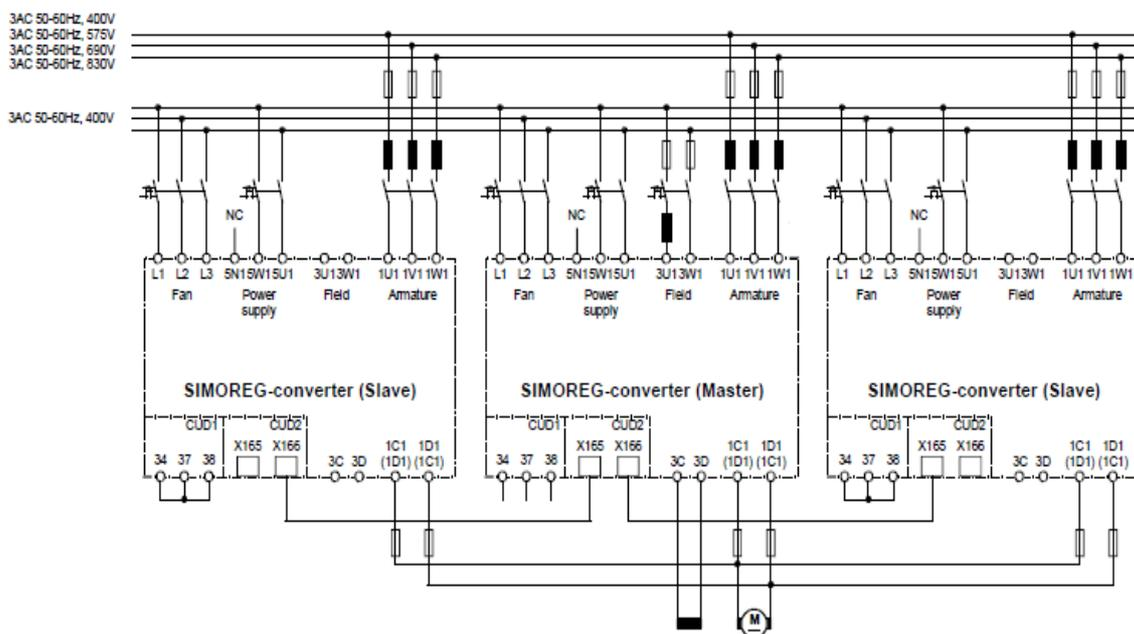

图 1 并联连接电气原理图
并联连接电气原理如图 1 所示。最多允许 6 台同类型的 6RA70 装置进行并联连接。并联连接时，应保证电枢进线（1U1、1V1、1W1）相序一致和出线（1C1、1D1）极性一致。此外，为保证负荷平衡，每台装置均需配备同类型的进线电抗器。并联连接的装置中，同一时刻仅允许有一台主装置，其他为从装置，主从装置之间使用并行接口（X165/X166）进行通信，因此，每台并联连接的装置均需配置 CUD2 扩展板，从装置使用主装置的触发脉冲。并联连接时，主装置应尽量置于所有并联连接装置的中间位置，以尽量缩短信号传输时间。
- 从装置应使用与主装置相同的控制命令，例如“合闸”、“使能”、“紧急停车”等等，从装置的端子37、38应与端子34永久连接。参见图1。